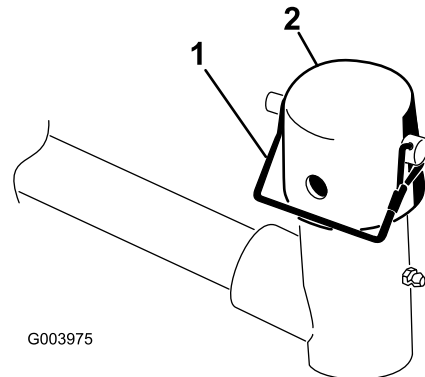

Figura 6
6. Togliete il perno di ritenuta e il cappuccio dalla forcella del braccio di sollevamento (Figura 6).
10. Fissate il cappuccio e l'albero del telaio portante alla forcella del braccio di sollevamento con il perno di ritenuta (Figura 6).